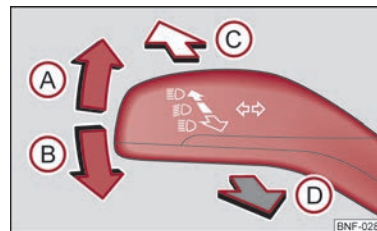

Fig. 24 Blink- og fjernlysarm
- Tryk fjernlysarmen fremad for at tænde fjernlyset ⇒ Fig. 24.
- Tryk armen opad (A) eller nedad (B) $\Rightarrow$ Fig. 24.